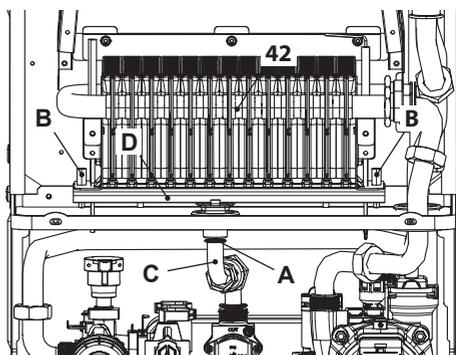

Figura 8.1
- Svitare il girello "A" e le viti "B" (Figura 8.1).
- Sfilare frontalmente il collettore gas "C" del bruciatore 42 (Figura 8.1).
- Eseguire la trasformazione del tipo di gas sostituendo correttamente gli ugelli più le guarnizioni del collettore gas "C" (Figura 8.1).
- Rimontare il collettore gas sul bruciatore 42 in Figura 8.1 fissandolo con le viti "B".
- Riavvitare il girello "A" interponendo tra il collettore "D" ed il tubo "C" (Figura 8.1) la guarnizione piana.